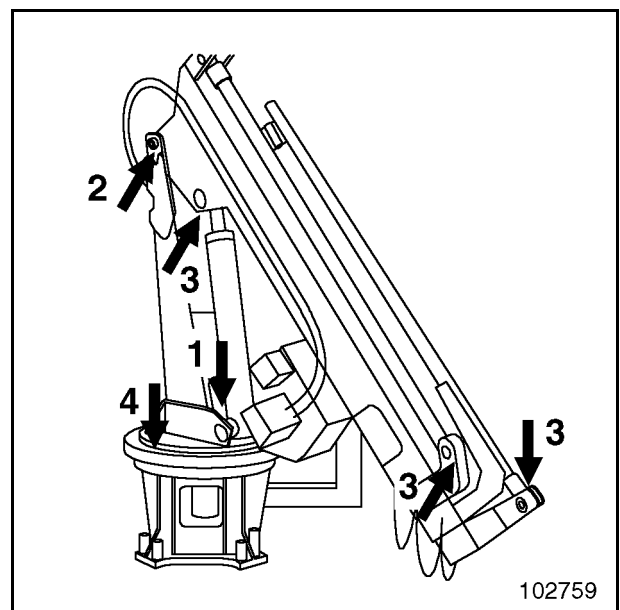

Fig. 3-151
- Regelmäßig und bei Bedarf alle Lager abschmieren und den Drehkranz mit einem Graphitspray einsprühen (Fig. 3-151)